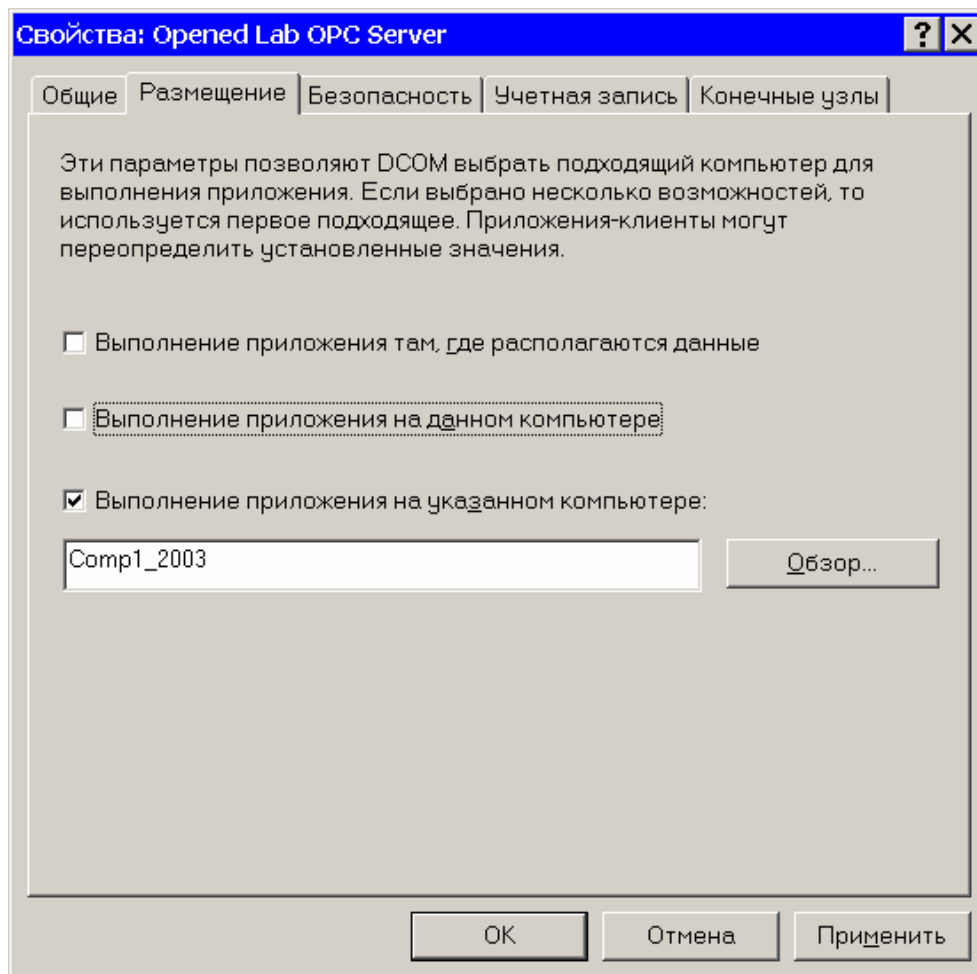

Рис. 5.7. Указание размещения OPC-сервера
7. В появившемся диалоговом окне выберите вкладку **Свойства** и настройте ее в соответствии с рис. 5.7. Здесь, в качестве примера, **Comp1\_2003** является именем компьютера, на котором работает OPC-сервер. После настройки дважды нажмите кнопку **ОК**.